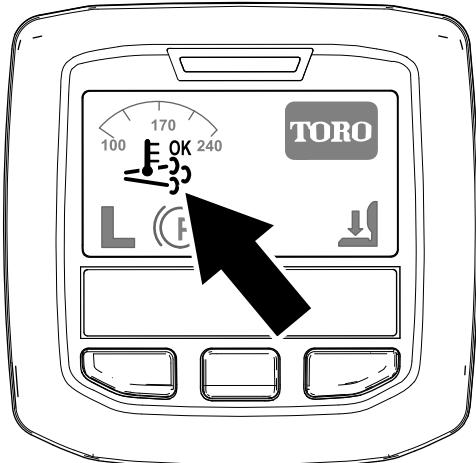

Bild 25
- Das Symbol für die unterstützte bzw. Rücksetzen-Regenerierung im InfoCenter angezeigt (Bild 25).